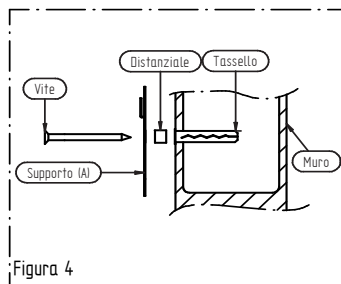

Figura 4
**ATTENZIONE:** è obbligatorio , come indicato nella figura 4, interporre per ogni tassello un distanziale (fornito) fra muro e supporto (A).
- Smontare il "coperchio" (B) tirando verso l'alto.
- Smontare il "fianco sinistro" (C) tirando verso l'alto.
- Smontare il "rivestimento anteriore sx" (D) (seguire le indicazioni nel par 4.4).
- Smontare la "protezione" (F) agendo sulle 3 viti (F1) indicate.
- Fissare alla stufa i "distanziali" (G) con le viti (G1).
- Fissare a muro la stufa stessa ancorandola alla "staffa supporto stufa" (A)
- Fissare dapprima la "staffa supporto stufa" (A): nel caso di supporto in mattone forato si consiglia il fissaggio con almeno 4 tasselli in nylon 10x65 e 4 viti truciolare TSP+ 6X75 (qualora il supporto fosse di natura, compattezza, caratteristiche diverse è necessario aumentare il numero dei tasselli e viti onde evitare pericolosi distacchi con conseguenti possibili danni, anche gravi, a cose e/o persone). **ATTENZIONE: è obbligatorio, come indicato nella figura 4, interporre per ogni tassello un distanziale (fornito) fra muro e supporto (A).**
- Smontare il "rivestimento piastrellabile" (E) (per la SlimQuadro seguire le indicazioni nel par.4.6).
- Rimontare in sequenza la "protezione" (F), il "rivestimento" (E), il "fianco sinistro" (C) e il "coperchio" (B).